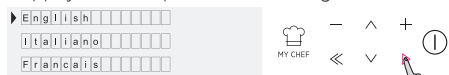

Figure 3
• Appuyer sur OK pour continuer (Figure 3).